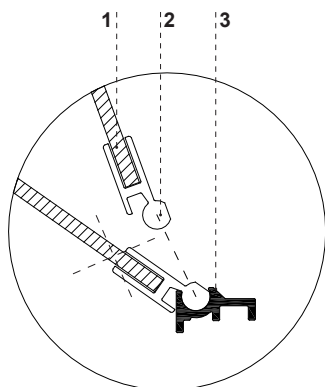

Rys.10 Higrostat
- W witrnach wyposażonych w higrostat (nie dotyczy term. Carel) można ustawić żądaną wilgotność wewnątrz urządzenia za pomocą pokrętki Rys.10 (str.9). W zakresie temperatur od 10°C do 15°C istnieje możliwość kontrolowania wilgotności powietrza w granicach 30 do 80%.
Higrostat służy do kontrolowania wilgotności, gdy temperatura wewnątrz witryny będzie znajdować się w zakresie od 10°C do 15°C. Za pomocą pokrętki higrostatu ustawiamy żądaną wilgotność powietrza w witrynie w zakresie od 30 do 80% dokonując obrotu pokrętką Rys.10 (str.9) i ustawiając go w odpowiednim położeniu. Obrót pokrętki w kierunku zgodnym z ruchem wskazówek zegara powoduje obniżenie nastawionej wilgotności powietrza, a w kierunku przeciwnym jej podwyższenie. Pokręcenie pokrętką w lewo do krańcowego położenia powoduje wyłączenie pracy higrostatu, pomimo włączonego zasilania.